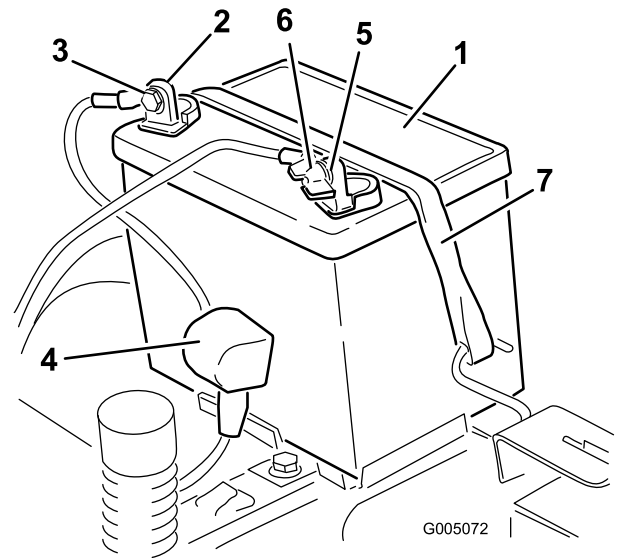

Figura 46
4. Desconecte el cable negativo de tierra (negro) del borne de la batería (Figura 46). Guarde todos los herrajes.
del borne de la batería (Figura 46). Guarde todos los herrajes.
6. Retire la correa de sujeción de la batería (Figura 46) y levante la batería para retirarla de su bandeja.
1. Coloque la batería en la bandeja (Figura 46).
5. Fije la batería con la correa de sujeción (Figura 46).